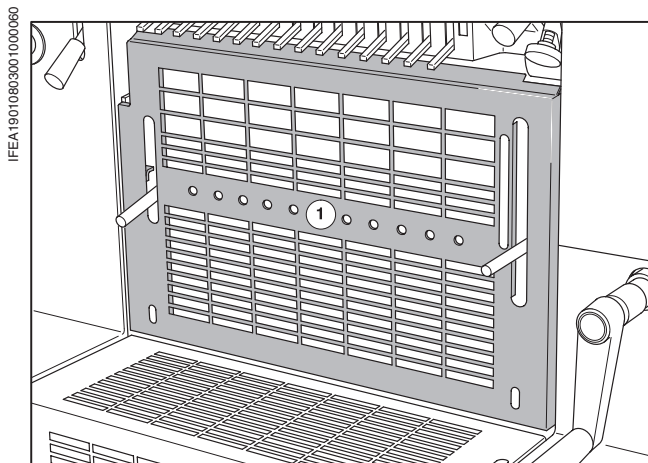

Рис. 28 Защитное ограждение красочного аппарата
- ① Отвести передаточный валик гаечным ключом.
- ② Запустить машину.
- ③ Распылить смывочное средство через отверстия защитного ограждения красочного аппарата (Рис. 28/①) на установленное устройство для подачи смывочного средства.
- ④ Машину после нескольких оборотов остановить и выдвинуть блок нумератора, чтобы проверить результат чистки.
- ⑤ Если валики еще недостаточно почищены, вдвинуть выдвижной блок нумератора и снова запустить процесс смывки.
- ⑥ Красочный ящик и дуктор почистить вручную.